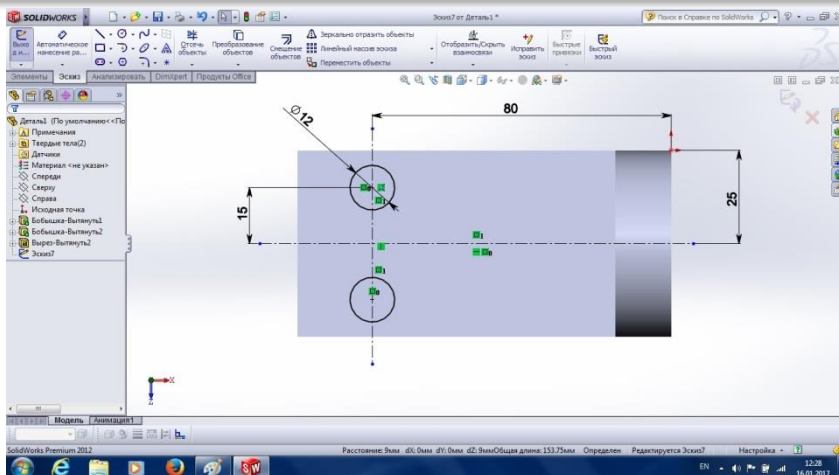
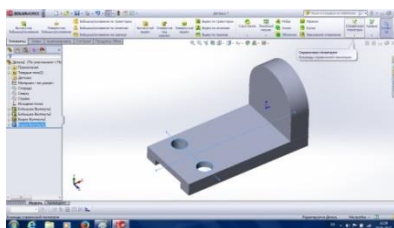

Рис. 3.13
Рис. 3.14
15. На вибраній площині наступного ескіза (зафарбованого синім кольором) будуємо два кола для моделювання отворів (рис. 3.13), при цьому можна скористатися інструментом **Дзеркальне відображення**, використовуючи у **Менеджері властивостей** вісь відображення.
16. Наносимо необхідні розміри та прив'язки для майбутніх отворів (рис. 3.13) і, вийшовши із ескіза, командою **Витягнутий виріз, Наскрізь** будемо модель отворів у нижній пластині (рис. 3.14).